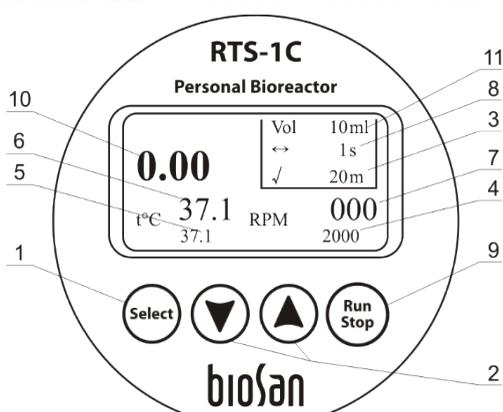
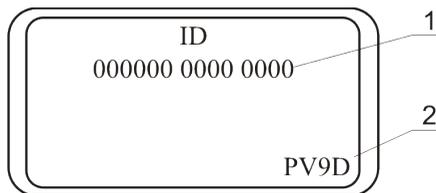

Рисунок 2. Панель управления
Рисунок 3. Идентификационный номер и версия прибора
5.1. Проверка версии прибора. Чтобы проверить версию, одновременно нажмите кнопки ▲ и ▼ (рис. 2/2) Дисплей покажет новый экран с уникальным четырнадцатизначным идентификационным номером (рис. 3/1) и версией прибора (рис. 3/2). В дальнейшем, просим при необходимости ссылаться на указанный номер при калибровке. Дисплей сменится на предыдущий экран через 4 секунды.
- Установите параметр объема в 10 мл (рис. 2/11) на дисплее с помощью кнопок **Select**, **▲** и **▼** (рис. 2/1 и 2/2)
- Нажмите кнопку **Run Stop** (рис. 2/9). Прибор начнет измерение оптической плотности.
- 6.5.1. Нажмите кнопку **Select** (рис. 2/1), чтобы выбрать параметр, который требуется изменить. Активный параметр будет мигать.
- 6.5.2. Используйте кнопки **▲** и **▼** (рис.2/2), чтобы установить необходимые значения. Если кнопка нажата дольше 2 с, скорость смены параметра возрастет.
- 6.5.3. Возможно установить промежуток времени между измерением оптической плотности (рис. 2/3), скорость вращения (рис. 2/4), температуру (рис. 2/5), время между Реверс-Спинами (рис.2/8), рабочий объем жидкости (рис. 2/11). Показания текущих значений температуры и скорости отображаются на дисплее (рис. 2/6 и 2/7).
- 6.5.4. Нажмите кнопку **Run Stop** (рис. 2/9) для начала работы с прибором.
- 6.5.5. Нажмите кнопку **Run Stop** (рис. 2/9) для завершения работы.
-  **Внимание!** Завершение работы прибора не останавливает процесс нагревания. Чтобы прекратить нагревание, температура должна быть понижена до значения “off” (рис. 2/5).